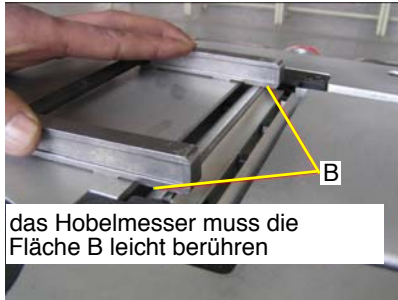

Abb. 15: Einstellen der Hobelmesser auf Fläche B
Schritt 4: Drehen Sie die Hobelwelle und stellen Sie das Messer auf die Höhe der Fläche B (Abb.15) ein. Ziehen Sie die Schrauben des Hobelmessers wieder fest. Überprüfen Sie die Höhe nochmals, indem Sie die Hobelwelle drehen. Hierbei sollte das Messer die Fläche B leicht berühren. Ist dies nicht der Fall, Schritt 2 & 3 wiederholen.